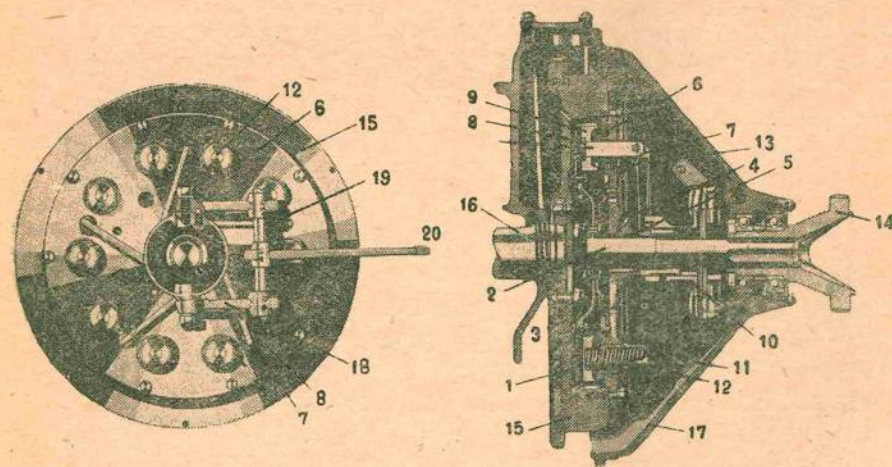

Рис. 43. Главный фрикцион.
К ведущим частям сцепления относятся (рис. 43): маховик (15), соединенный с маховиком опорный диск (6), нажимной диск (9) с пружинами. К ведомым частям относятся — ведомый диск (1), обшитый фередо и вал ведомого диска (2). К приводу, управляющему главным фрикционом, относятся поводковый валик (19), нажимная муфта (10) и рычаги (7).